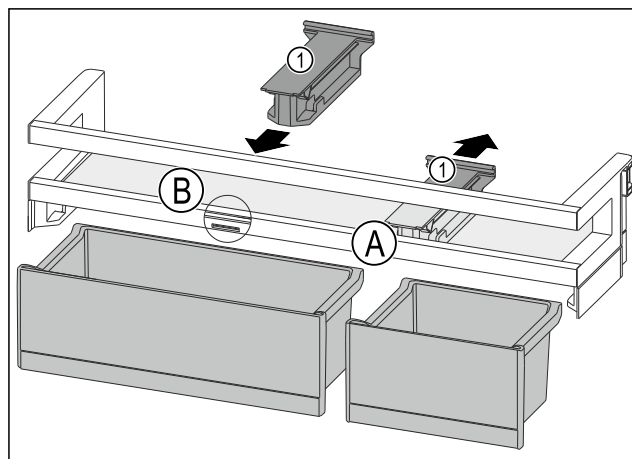

Fig. 114
- ▶ Bevestigingsdeel Fig. 114 (1) in positie Fig. 114 (A) naar achteren wegtrekken.
- ▶ Bevestigingsdeel Fig. 114 (1) in positie Fig. 114 (B) plaatsen.